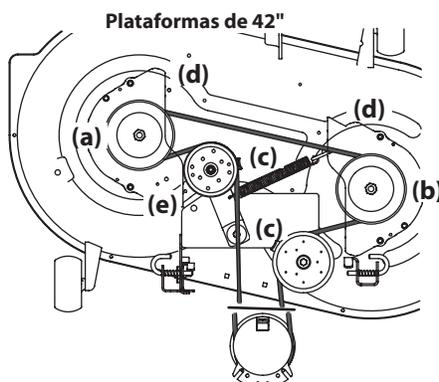
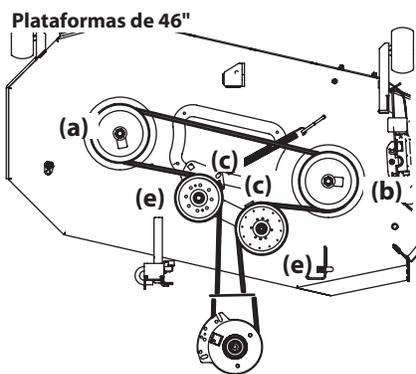
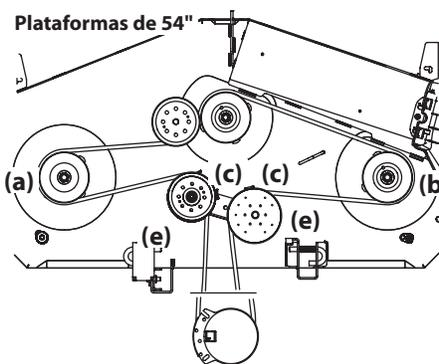

Figura 4-15
Figura 4-16
Figura 4-17
- Afloje, pero no quite los accesorios a derecha e izquierda de la polea loca (b). Consulte la Figura 4-15 para las plataformas de 42", la Figura 4-16 para las plataformas de 46" y la Figura 4-17 para las plataformas de 54".